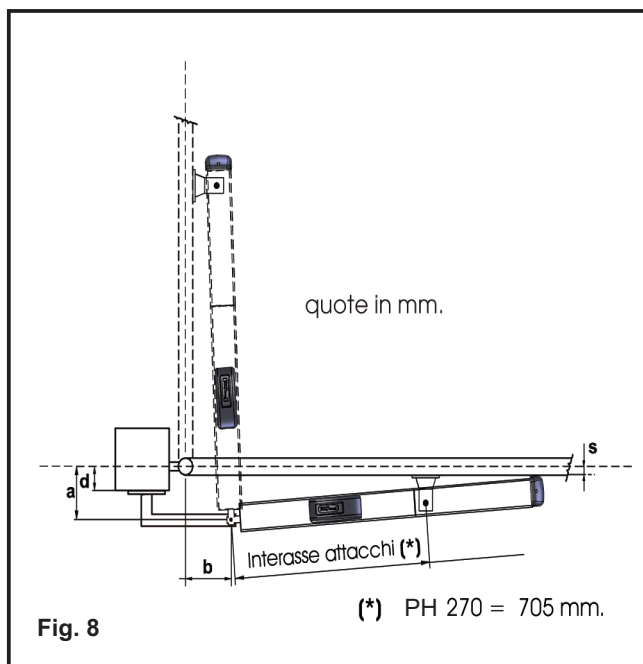

Fig. 8
3.3. FISSAGGIO ATTUATORE PH CON APERTURA CANCELLO VERSO L'ESTERNO (fig. 8)